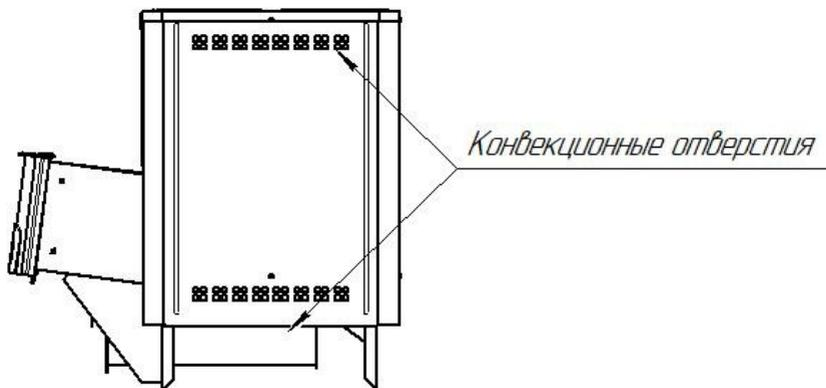

Рисунок 3 — Расположение конвекционных отверстий
**ВНИМАНИЕ!** Запрещается перекрывать конвекционные отверстия в нижней и верхней части печи или затруднять конвекцию любым другим способом (рисунок 3).